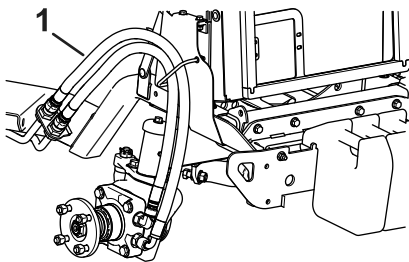

Figure 15
15. Faites passer les flexibles dans le guide flexible (Figure 15).